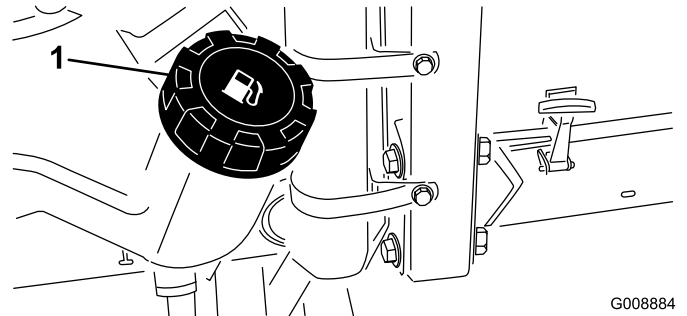

図 26
1. 燃料タンクのキャップ（図 26）の周囲をきれいに拭く。